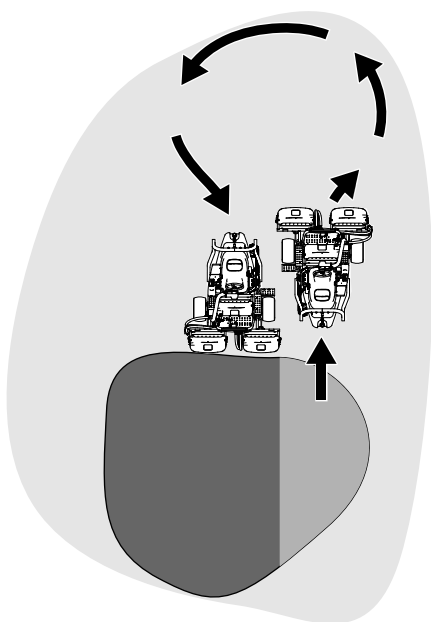

图 22
6. 要缩短下一趟剪草的操作时间并方便剪出直线，应轻轻朝相反方向转动机器，然后再转向未剪部分；进行泪滴状的转弯（图 22），快速对齐，进行下一趟剪草。